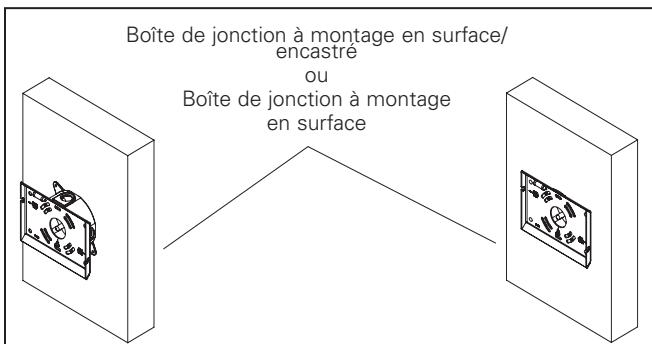

Figure 2.
2. Fixez la plaque de calage au mur, par-dessus la boîte de jonction (figure 2). La plaque de calage doit être installée avec des accessoires capables de supporter un luminaire d'un poids maximal de 22,68 kg (50 lb).
2. Fixez la plaque d'ancrage au mur ou à la boîte de jonction (Figure 2). La plaque de calage doit être installée avec des accessoires capables de supporter un luminaire d'un poids maximal de 22,7 kg (50 lb).